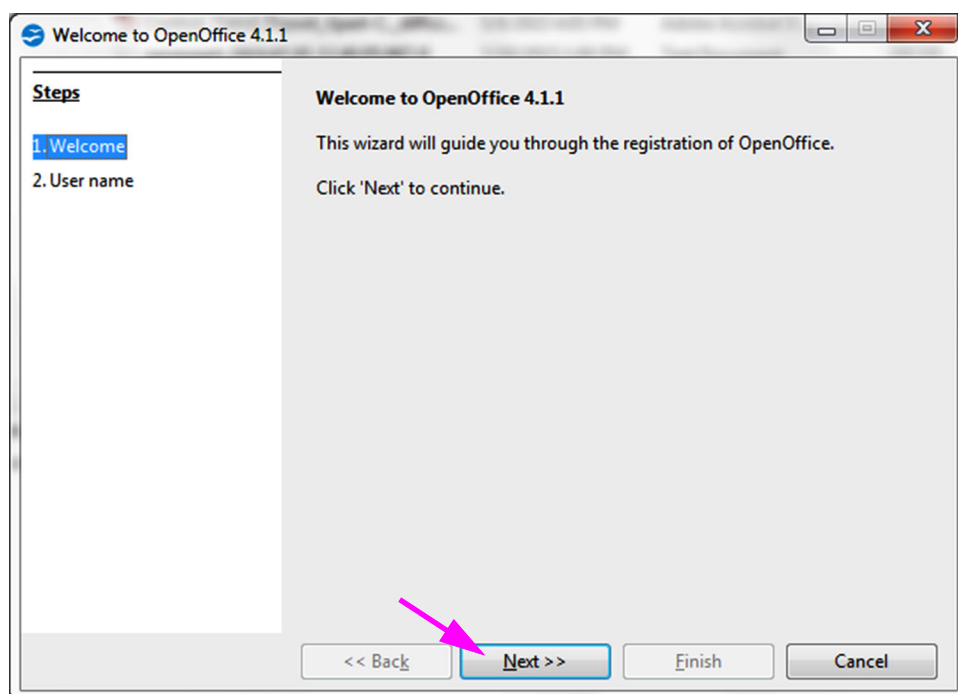
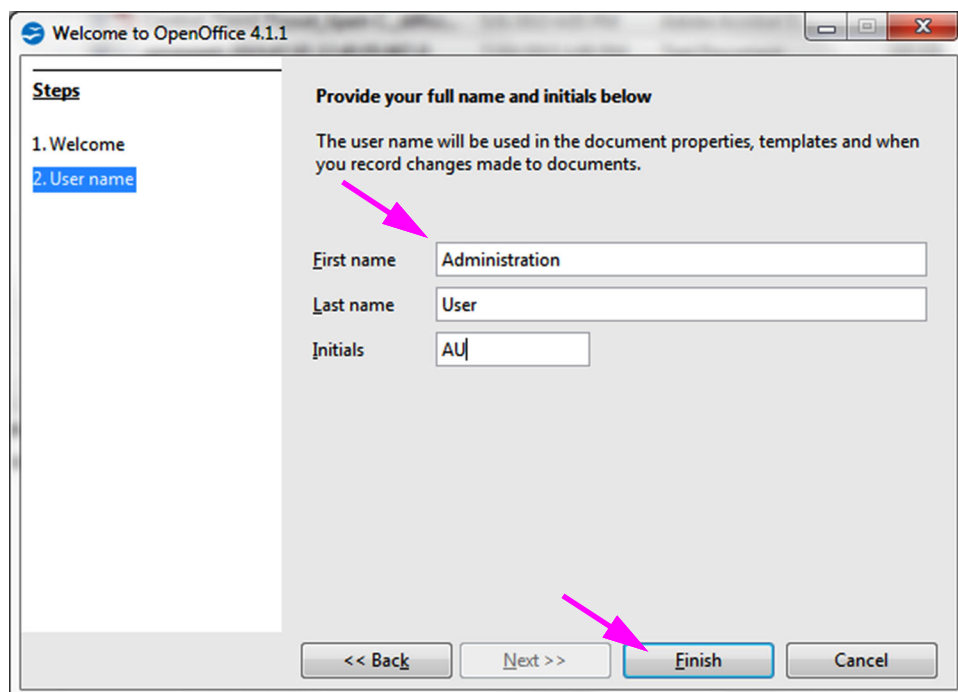

图 C-2. 注册屏幕
图 C-3. 用户名对话框
4. 在 Apache OpenOffice 的初始启动，将显示欢迎 (Welcome) 对话框（参见图 C-2）。单击**下一步 (Next)** 以显示用户名对话框。请参见图 C-3。